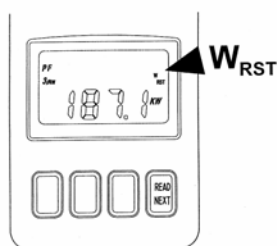

Рис. 13
8.5 Сразу после нажатия кнопки «NEXT» завершающего замеры  $W_R$ ,  $W_S$  и  $W_T$ , прибор складывает эти значения и показывает сумму на дисплее. При этом на дисплее появляется надпись  $W_{RST}$ , указывающая на измерение мощности в режиме 3φ4W несимметричной нагрузки (см. рис. 13). В этом режиме значение  $\cos \phi$  не выводится.